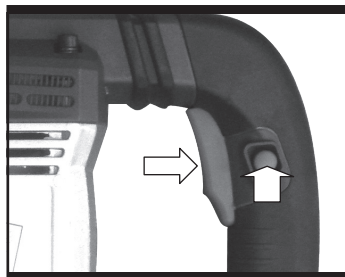

Fig. 4
5. OPERATING THE ON/OFF SWITCH (See Fig. 4)